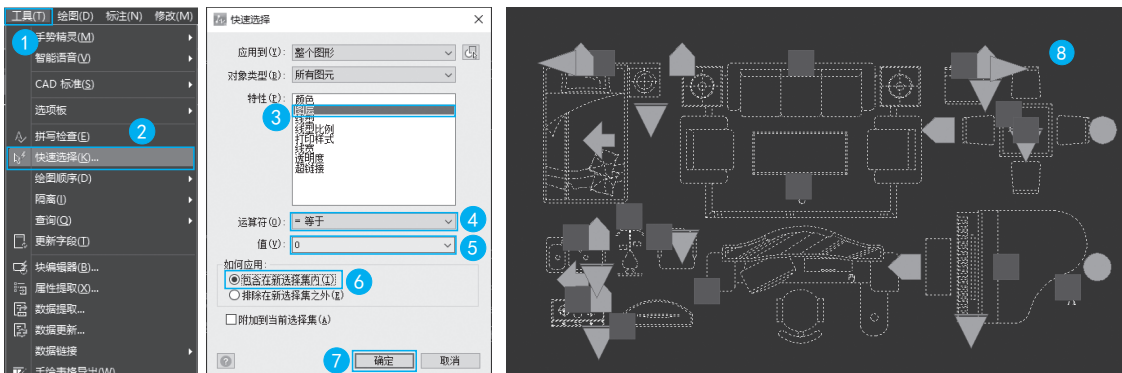

图 1-22 快速选择
- (1) 双击鼠标滚轮执行【范围缩放】命令，使所有图形显示在屏幕上。
- (2) 选择菜单栏中的【工具】|【快速选择】命令，打开“快速选择”对话框。
- (3) 在【特性】列表框中选中【图层】选项，指定按图层选择对象。
- (4) 在【运算符】下拉列表中选中【= 等于】选项。
- (5) 在【值】下拉列表中选中【0】选项，指定选择【0】图层上的对象。
- (6) 单击【包括在新选择集中】单选按钮，即只选择【0】图层上的对象；若单击【排除在新选择集中】单选按钮，则选中除【0】图层外其他所有图层的对象。
- (7) 单击【确定】按钮关闭对话框，所有【0】图层上的对象均被选中，如图 1-22 所示。